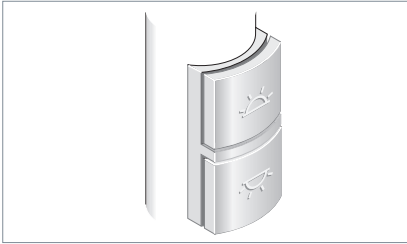

Fig. 12: Touches.
- Appuyez sur la touche supérieure, voir Fig. 12.
- Appuyez sur la touche inférieure, voir Fig. 12.
- Appuyez sur la touche supérieure et tenez-la appuyée, voir Fig. 12.
- Appuyez sur la touche inférieure et tenez-la appuyée, voir Fig. 12.
- ▶ Appuyez en même temps sur les deux touches et tenez-les appuyées pendant 10 secondes, voir Fig. 12.